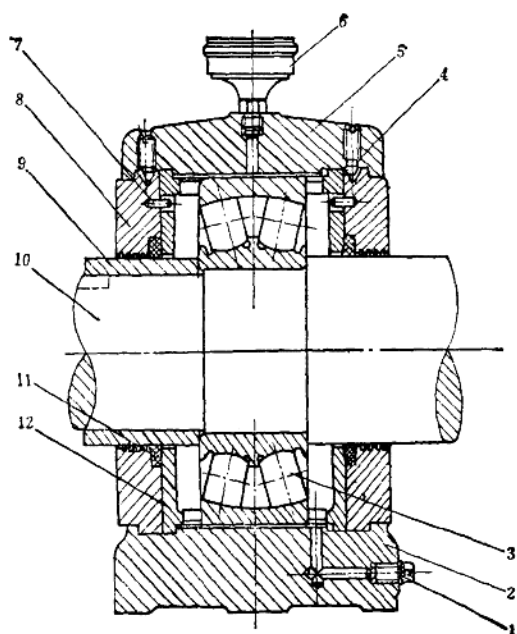

图8-1-14 中间轴承座
④ 拆下两个轴承座上盖紧固螺栓，拿下上轴承盖，再将链轮轴整个吊下来，然后取出轮毂端的轴承座内、外盖及轴承，再用长爪拉具拉下轴承（图8-1-14）。